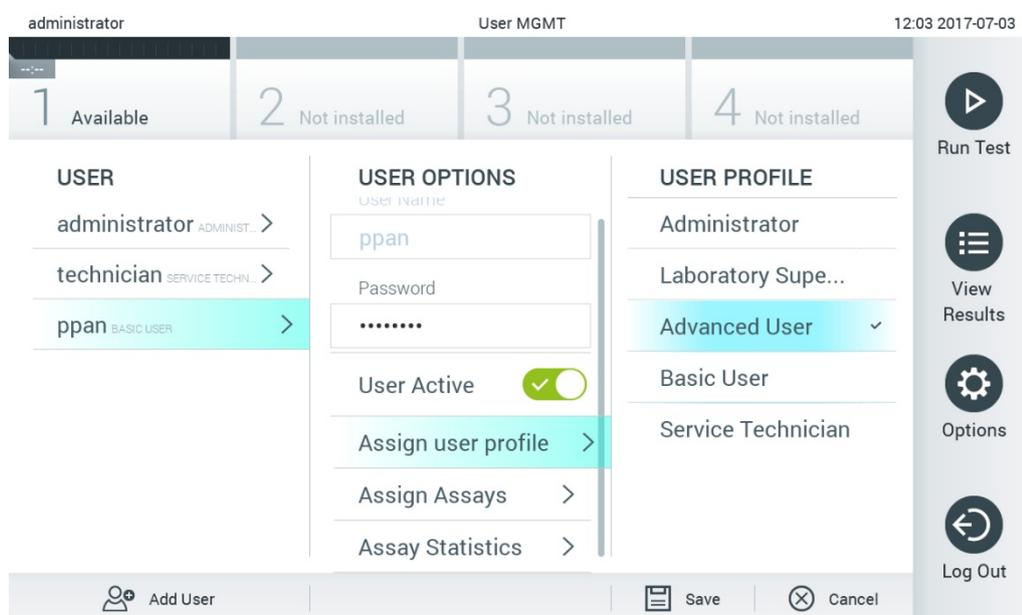

Figure 60. Attribuer des profils d'utilisateur aux utilisateurs.
- Assign User Profile (Attribuer le profil d'utilisateur) : permet d'attribuer un profil d'utilisateur différent pour cet utilisateur [p. ex. Administrator (Administrateur), Laboratory Supervisor (Superviseur de laboratoire), Advanced User (Utilisateur avancé), Basic User (Utilisateur basique)]. Sélectionnez le profil utilisateur approprié dans la liste située à droite de la zone de contenu (figure 60).